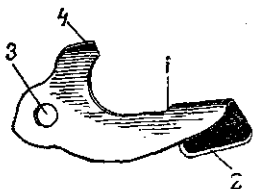

Рис. 38. Затворная за-
28. Затворная задержка (рис. 38) удержи- вает затвор в заднем положении по израсхо- дованию всех патронов из магазина. Онз имеет: в передней части — выступ для удержания затворз в заднем положении; кнопку с насечкой для освобождения затвора нажа- тием руки; в задней части — отверстие для со- единения с левой цапфой шепталз; в верхней части — отражатель для отрзжения наружу гильз (патронов) через окно в затворе.